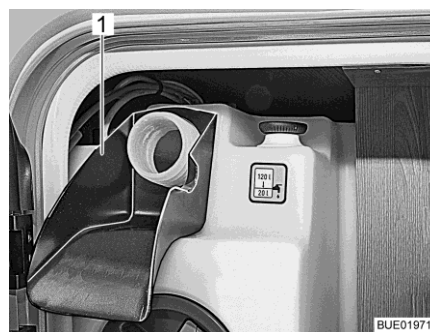

Fig. 251 Ausilio per il riempimento
- Ixeo I: Infilare l'ausilio per il riempimento (Fig. 251,1) sul bocchettone di riempimento dell'acqua potabile.